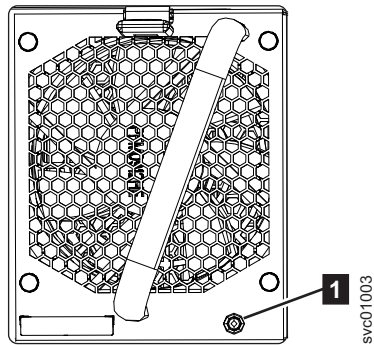

Abbildung 109. Lüftermodul-LED
1. Identifizieren Sie das Lüftermodul, das ausgetauscht werden soll. Leuchtet die bernsteinfarbene LED an der Vorderseite des Lüftermoduls ( **1** in Abb. 109 auf Seite 123) auf, weist sie auf einen Fehler hin.